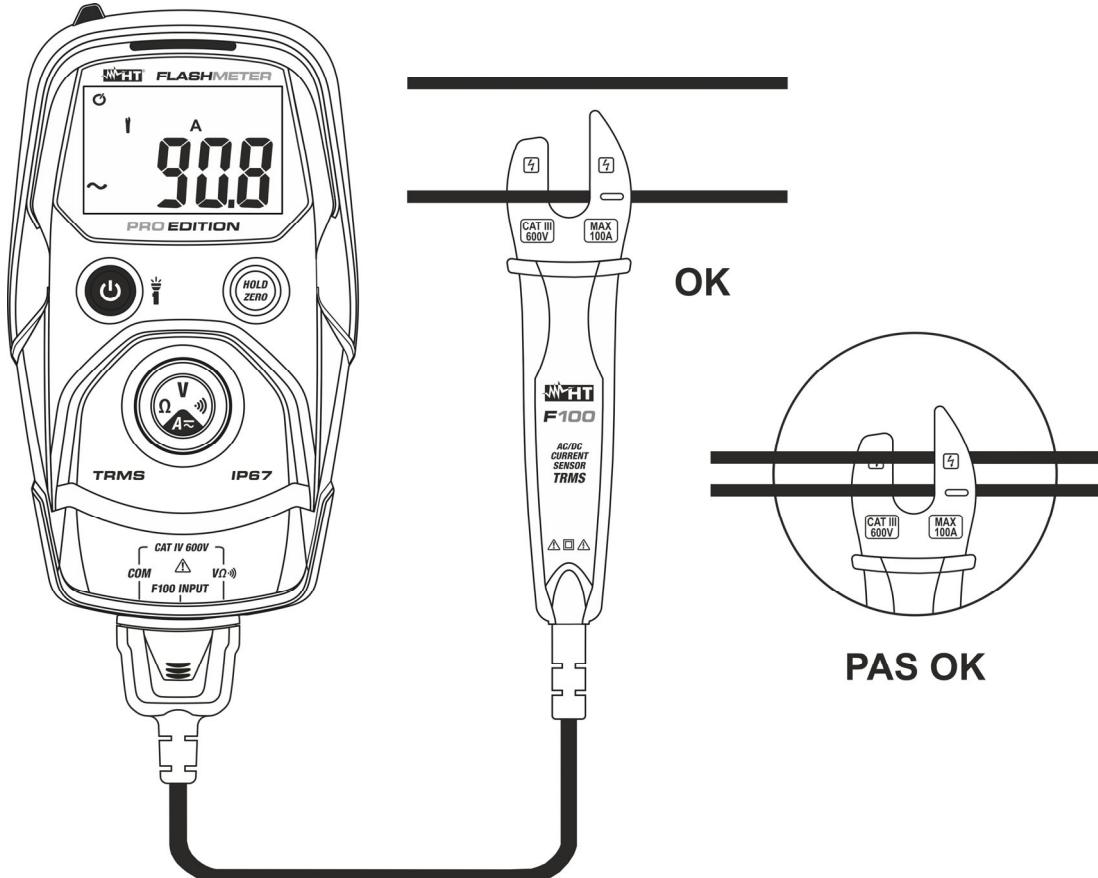

Fig. 7: Utilisation de l'instrument pour la mesure de la Courant CC/CA
- Connecter la pince F100 au conducteur à tester (voir Fig. 7) en faisant attention au symbole de flèche " \Rightarrow " à l'intérieur du tore pour indiquer le sens positif du courant et en le positionnant au centre du tore afin d'obtenir une mesure précise. La valeur actuelle s'affiche à l'écran
- L'affichage du symbole " \equiv " sur l'écran de l'instrument indique que la courant a une direction opposée par rapport à la connexion de la Fig. 7